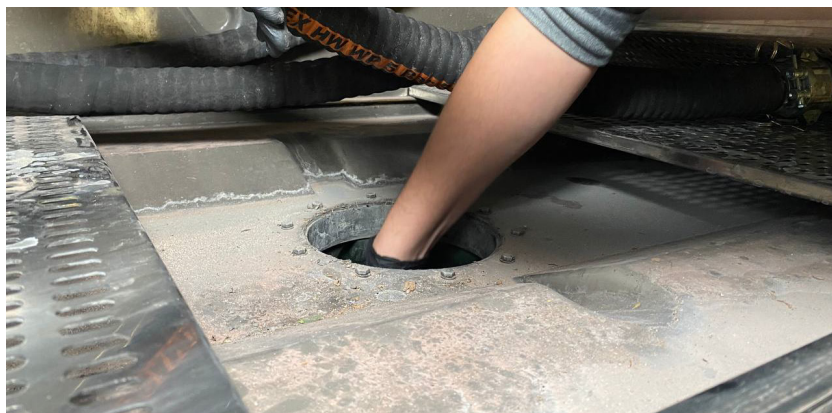

Рисунок 45
2. Візьміться рукою за фільтр і поверніть його на невеликий кут за годинниковою стрілкою, потім потягніть вгору (див. рис. 45 і 46).